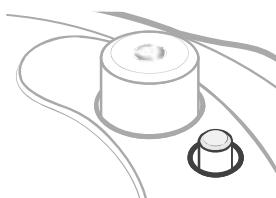

Figure 1.7
- La soupe à flotteur levée signifie qu'il y a de la pression à l'intérieur. [Figure 1.7]